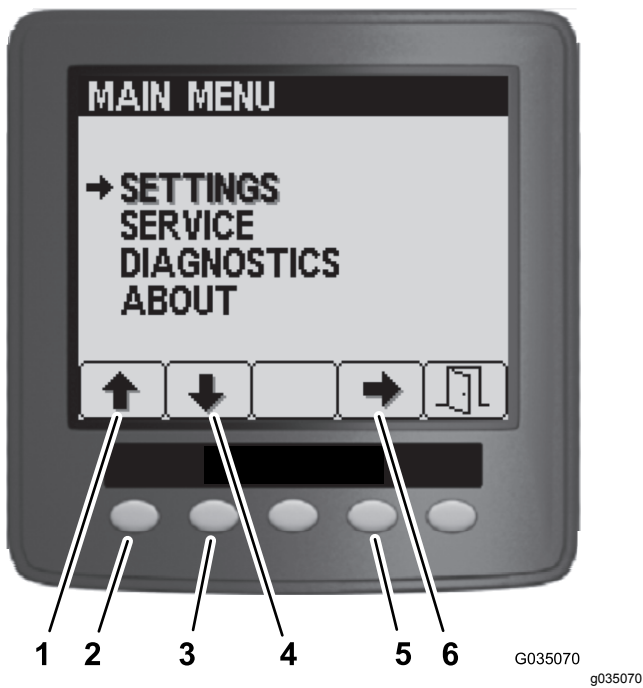

Bild 100
3. Drücken Sie auf dem Hauptmenü die Taste 1 oder Taste 2, bis die Option „Einstellungen“ markiert ist; drücken Sie die Taste 4, um auf die Menüs „Einstellungen“ zu navigieren (Bild 100).